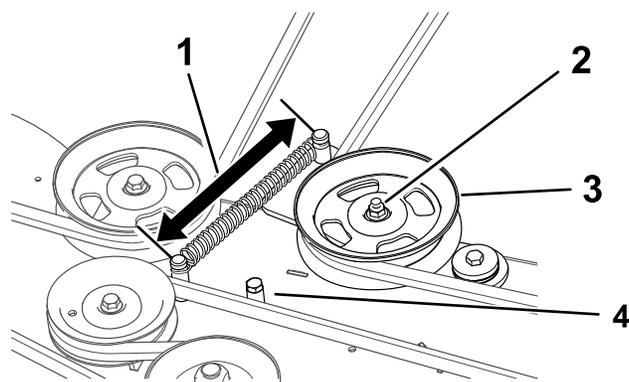

Рисунок 54
4. Ослабьте гайку на натяжном ролике (Рисунок 54).
Если длина пружины меньше 15,2 см или если рычаг натяжного ролика касается его упора, показанного на Рисунок 54, отрегулируйте рычаг натяжного ролика.
6. Затяните гайку (Рисунок 54).